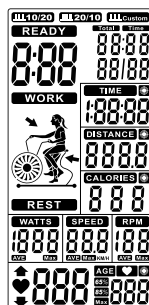
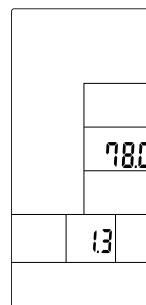

Figure 1
Figure 2
1. Wenn POWER ON, LCD wird voll Display 2s (Abbildung 1) mit langen Signalton, dann Anzeige Rad Raddurchmesser 1s im DIST-Bereich (Abbildung 2). Dann gehen Sie in den Alters-Einstellungsmodus, wenn das Alter blinkt kann es eingestellt zu werden (Abbildung 3). Drücken Sie die UP/DOWN-Taste, um das Alter einzustellen, und drücken Sie ENTER, um die Einstellung zu bestätigen.
1. When POWER ON, LCD will full display 2s (Figure 1) with long beep sound, then display wheel diameter 1s in DIST area (Figure 2). Then enter into AGE setting mode, the AGE flashing to be set (Figure 3). Press the UP/DOWN to set age and press ENTER to confirm then go to Standby mode.